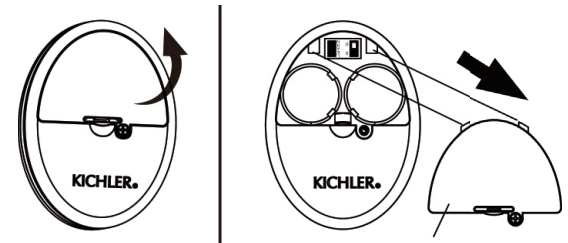

Figura 27
Paso 1. Con un destornillador, quite la tapa de la batería del control remoto y guarde el tornillo para usarlo más adelante. (Figura 27)